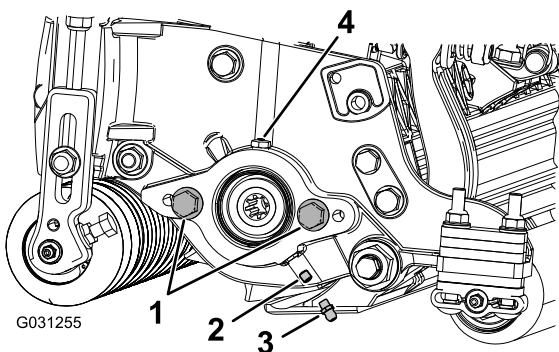

Figure 4
1. Retirez et mettez au rebut la vis de fixation sur la plaque latérale du moteur de cylindre (Figure 4).
2. Montez les graisseurs droits (Figure 4).
2. Si la plaque latérale du moteur de cylindre ne comporte pas de vis de fixation, mettez-les en place (Figure 4).